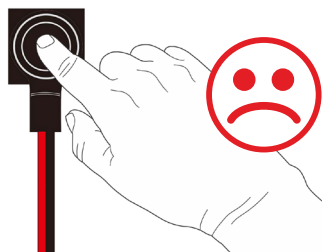

Fig. 06
- ⇒ Ne pas exercer de pression sur l'élément acoustique. (Fig. 06)